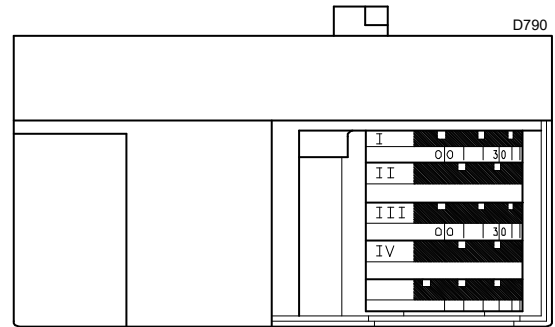
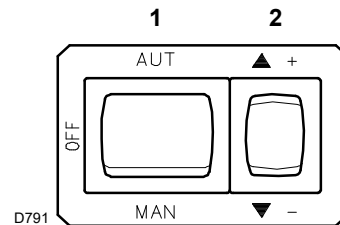
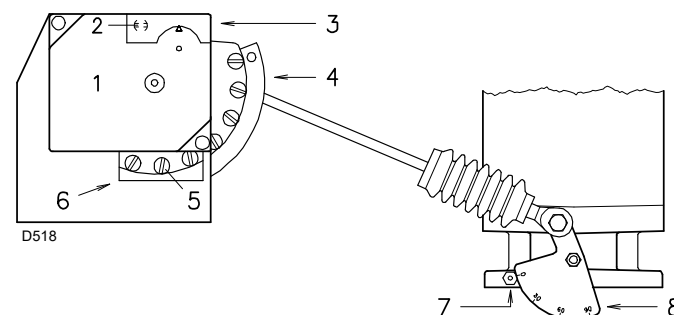

Abb. 25
Abb. 26
Abb. 28
Über den Nocken mit variablem Profil steuert der Stellmotor (Abb. 25) gleichzeitig die Luftklappe und die Gasdrossel.
Die Fernsteuerungen einschalten und den Schalter 1)(Abb. 26) auf "MAN" stellen.
Die Taste 2)(Abb. 26 auf Seite 23) "Verringern der Leistung" (▼ -) drücken und gedrückt halten, bis der Stellmotor die Luftklappe geschlossen und die Gasdrossel auf 20° eingestellt hat (werkseitig durchgeführte Einstellung).
- Zur Verringerung den Winkel des Nockens III (Abb. 25 auf Seite 23) mit kleinen Verstellungen schrittweise reduzieren, d.h. vom Winkel 20° auf 18° - 16° ... bringen.
- Wenn die Leistung erhöht werden soll, die Taste 2)(Abb. 26 auf Seite 23) "Erhöhen der Leistung" (▲ +) drücken (Öffnen der Gasdrossel um 10-15°), den Winkel des Nockens III (Abb. 25 auf Seite 23) mit kleinen Verstellungen schrittweise erhöhen, d.h. vom Winkel 20° auf 22° - 24°... bringen.
Fortlaufend das Anfangsprofil des Nockens 4)(Abb. 28) durch Drehen an den Schrauben des Nocken verändern, die im Innern der Öffnung 6) erscheinen. Die erste Schraube wenn möglich nicht drehen: mit dieser wird die Luftklappe ganz geschlossen.
Legende (Abb. 28)
In der vorherigen Beschreibung war der Brenner eingeschaltet geblieben, und funktionierte bei MIN-Leistung. Drücken Sie nun die Taste 2)(Abb. 26 auf Seite 23) "Erhöhen der Leistung" (▲ +) und halten diese gedrückt, bis der Stellmotor die Luftklappe und die Gasdrossel bei 90° geöffnet hat.
Fortlaufend das Endprofil des Nockens 4)(Abb. 28) durch Drehen an den Schrauben des Nocken verändern, die im Innern der Öffnung 6) erscheinen.
Drücken Sie ein wenig die Taste 2)(Abb. 26 auf Seite 23) "Erhöhen der Leistung" (▲ +) in der Weise, dass eine neue Schraube 5)(Abb. 28) in der Öffnung 6)(Abb. 28) erscheint, und stellen an dieser, bis Sie eine optimale Verbrennung erhalten. Mit den anderen Schrauben ebenso verfahren. Darauf achten, dass die Änderung des Nockenprofils schrittweise erfolgt.
Den Brenner durch Betätigen des Schalters 1)(Abb. 26 auf Seite 23), OFF-Stellung, abschalten, den Nocken mit variablem Profil durch vertikale Positionierung des Schlitzes 2) (Abb. 28) zum Stellmotor entsperren, und den Nocken mehrmals von Hand vor- und zurückdrehen: die Bewegung muß sanft und ungehindert erfolgen.